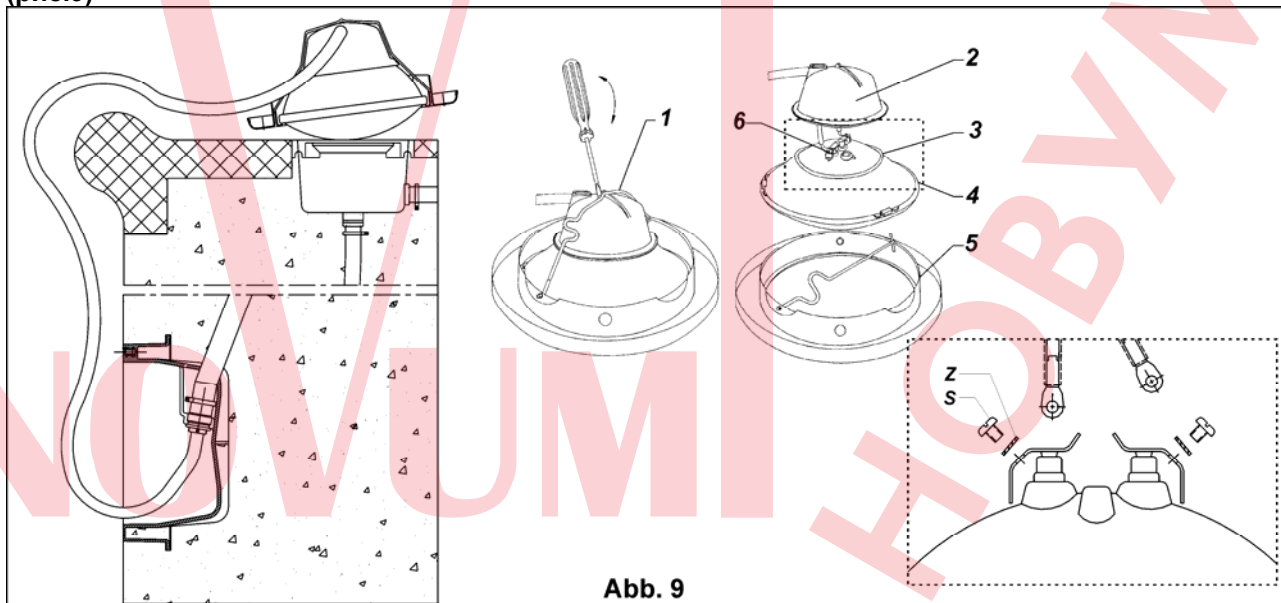

Abb. 9
6. Технический осмотр и замена лампы (рис.9)
Для того чтобы вставить новую лампочку , достаньте фару из корпуса и положите на борт бассейна ( рис.9)